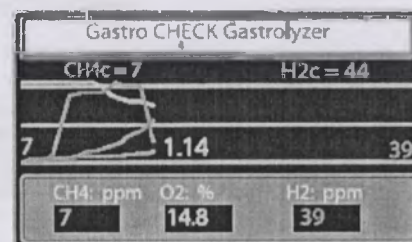

fig.10
8. На мониторе будут отображаться показания по содержанию водорода, метана и кислорода в выдыхаемом пациентом воздухе в реальном масштабе времени. На нем также будут показаны пиковые и скорректированные значения (Рис. 10).